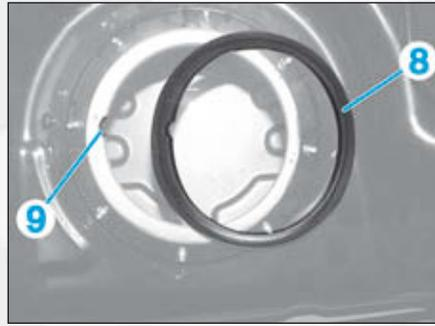

FIG.25
- Positionner le joint d'étanchéité (8) dans son ergot en (9) (Fig.25).